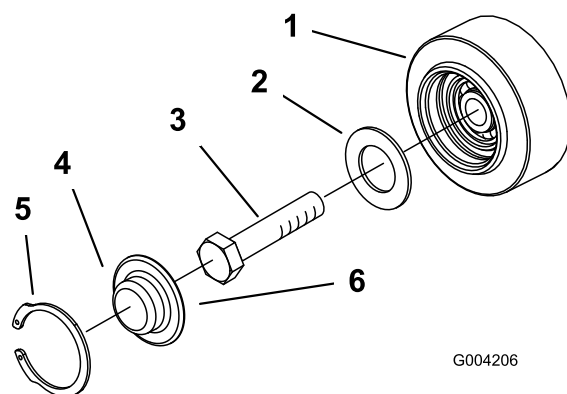

Figura 51
3. Retire la anilla a presión y el tapón de una de las ruedas de rodaje (**Figura 51**).
4. Compruebe la grasa que hay debajo del tapón y alrededor de la junta (**Figura 51**). Si está sucia, tiene arenilla o queda poca grasa, elimine toda la grasa, cambie la junta, y añada grasa nueva.